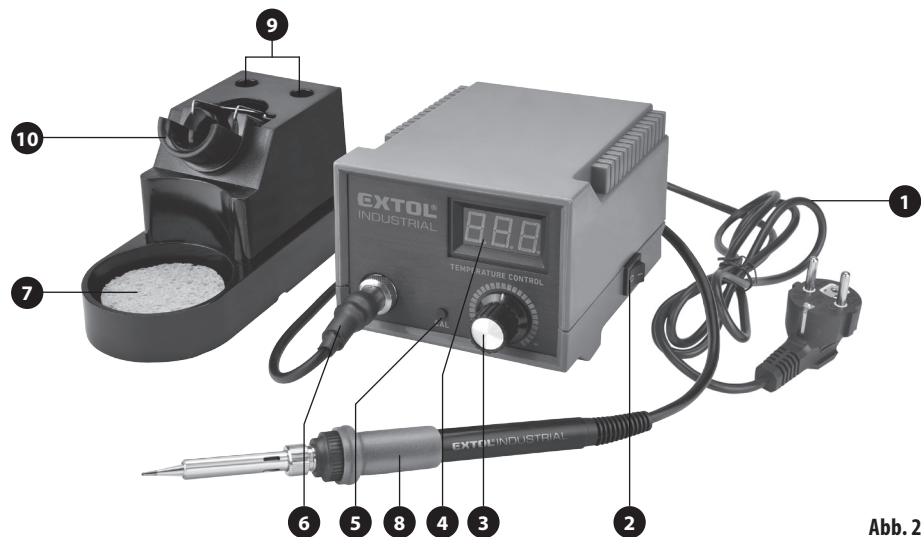

Abb. 2, Beschreibung-Position
2. Stecken Sie den Netzstecker des LötKolbens in die Buchse (Abb.2, Position 6).
3. Schalten Sie die Lötstation mittels Umschalten des Betriebsschalters (Abb. 2, Pos. 2) in Position „I“ ein. Zum Ausschalten schalten Sie den selben Schalter in die Position „OFF“ um.
- Stellen Sie mit dem Regelrad (Abb. 2, Pos. 3) die gewünschte Temperatur ein mit dem Wert, der am Display abgebildet ist.